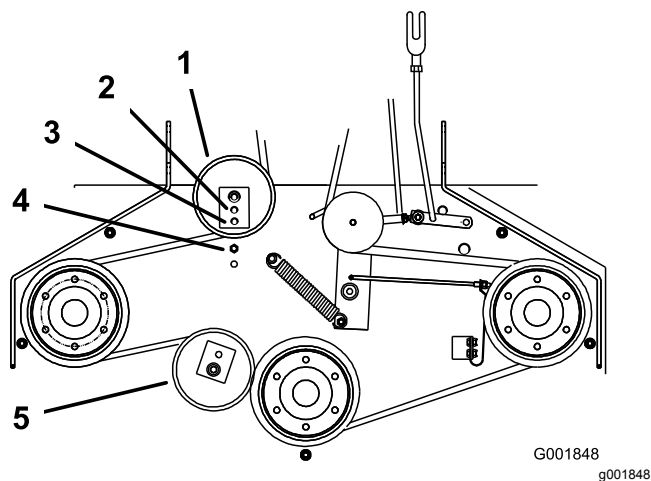

Рисунок 44
6. Если винтовая стяжка уже не позволяет дополнительно натянуть ремень, а он остается по-прежнему ослабленным, установите задний натяжной ролик в среднее или переднее отверстие (Рисунок 44). Используйте отверстие, которое обеспечит правильную регулировку.
7. При перестановке натяжного ролика следует также переставить направляющую ремня. Переставьте направляющую ремня в переднее положение (Рисунок 44).